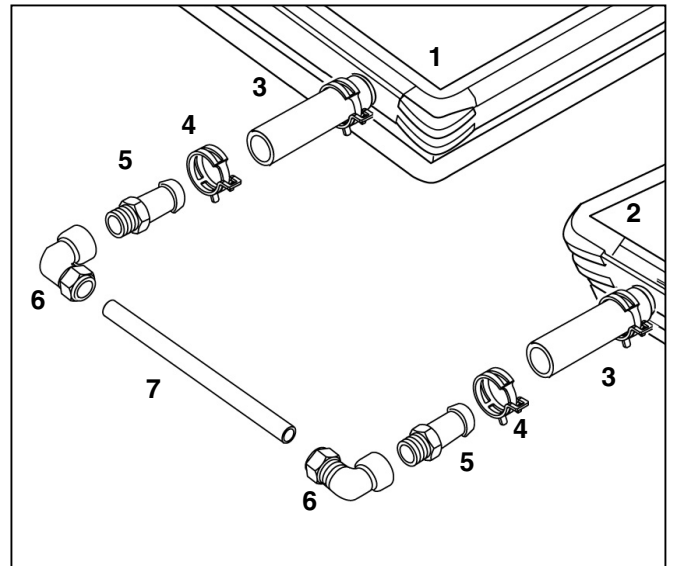

Fig. 4 Montaggio del set di collegamento
- Montare gli innesti per tubo flessibile (fig. 4, pos. 5), il raccordo angolare (fig. 4, pos. 6) ed il tubo in rame (fig. 4, pos. 7) del set di collegamento come illustrato nella figura preventivamente su una superficie piana.
- Innestare i tubi flessibili dell'impianto solare negli attacchi delle serie di collettori (fig. 4, pos. 3).
- Far scivolare le fascette elastiche (fig. 4, pos. 4) sui tubi flessibili dell'impianto solare (fig. 4, pos. 3)
- Inserire gli innesti per tubo flessibile del set di collegamento nei tubi flessibili dei collettori destinati a questo scopo (fig. 4, pos. 5)
- Far scivolare le fascette elastiche (fig. 4, pos. 4) sugli innesti per tubo flessibile (fig. 4, pos. 5) fino al rigonfiamento.